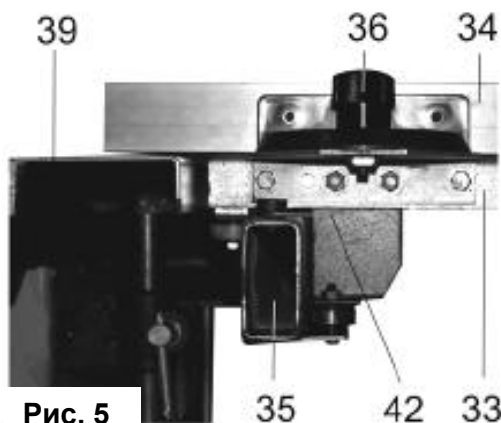

Рис. 5
- Демонтируйте ограничитель 42 (Рис. 5) с направляющей рейки 35 (Рис. 5);
- Установите ограничитель 42 (Рис. 5) на прежнее место;